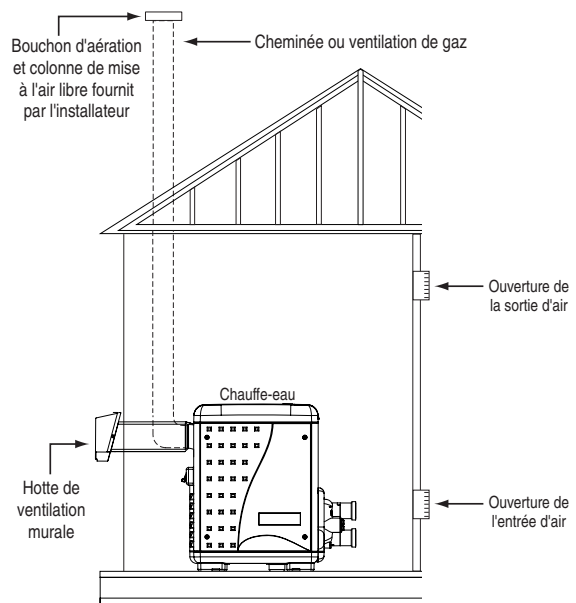

Figure 14.
VENTILATION HORIZONTALE OU VERTICALE - PRESSION POSITIVE (Voir les figures 14, 15, et 16)**(Catégorie III)**
6. **Terminaison d'évacuation - Verticale** (Voir les figures 14 et 15), pour la hauteur de la terminaison d'évacuation au-dessus du toit. Utiliser une terminaison d'évacuation homologuée et spécifiée dans les codes locaux et selon les directives du fabricant. Une terminaison d'évacuation doit être verticale. Au Canada, l'emplacement du couvercle de terminaison doit être à un minimum de 4 pieds (1,2 m) de distance horizontalement des compteurs électriques, des compteurs de gaz, des régulateurs et des soupapes de sécurité.